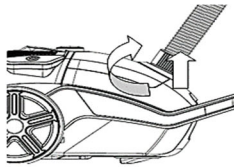

Fig 2
2. **Hiqni aksesorët e gypit:** Shtypni adaptorët në të dy anët e skajit të gypit dhe më pas tërhiqni aksesorët e gypit. (Fig 2)